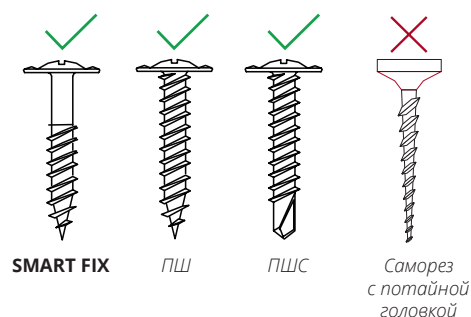

Рисунок 1
- для деревянной обрешетки рекомендуется использовать саморезы Smart Fix 4.2x25 (№1, рис.1). Допускается использование саморезов ПШ (№2, рис.1).
Запрещено использовать саморезы с потайной головкой (рис. 1).
- 9.3** Для монтажа сайдинга вертикально обрешетка монтируется горизонтально. Шаг обрешетки по осям должен быть не более 300-400 мм (рис. 1, 2, 3, 4).